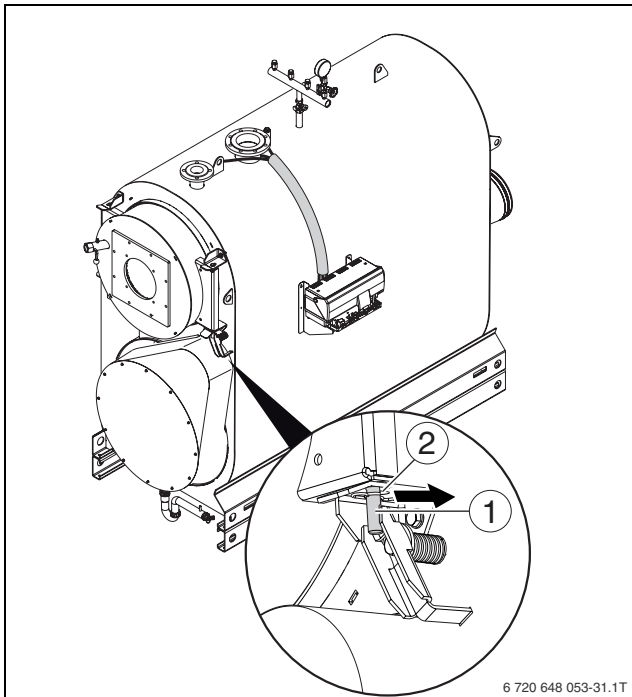

Fig. 14 Allentare la coppiglia di sicurezza
- ▶ Tendere la molla a pressione con vite ad esagono cavo finché il bilanciante non abbia gioco fino al perno cerniera (→ fig. 14, pag. 29).
- ▶ Estrarre il perno della cerniera (→ fig. 14, [1]) dal foro della cerniera verso l'alto.
- ▶ Montare la coppiglia di sicurezza sotto il fermaporta inferiore al perno della cerniera (→ fig. 14).